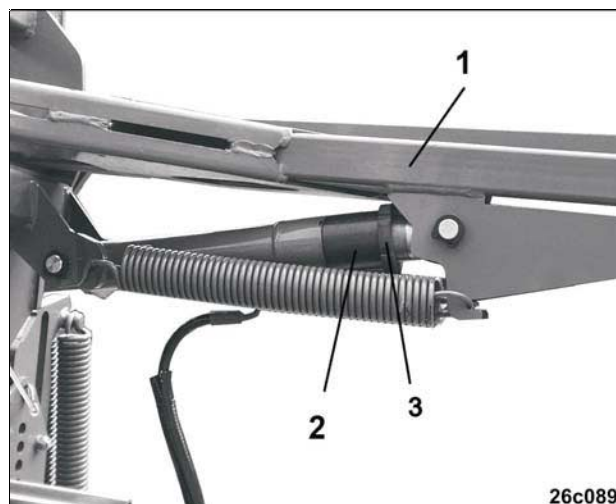

Рис. 103
- Открутите контргайку (Рис. 103/3)
- Упорную гайку (Рис. 103/2) поворачивайте столько, пока основной кронштейн маркера (Рис. 103/1) не примет горизонтальное положение.
- Настройку зафиксируйте контргайкой (Рис. 103/3).